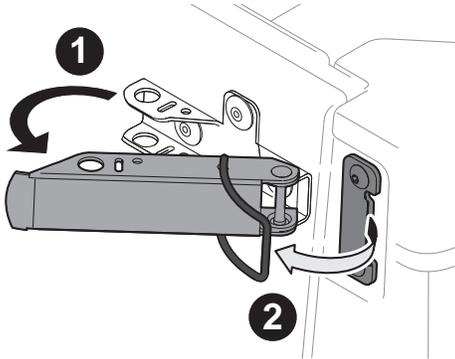
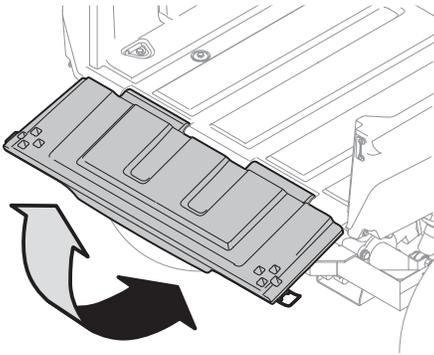
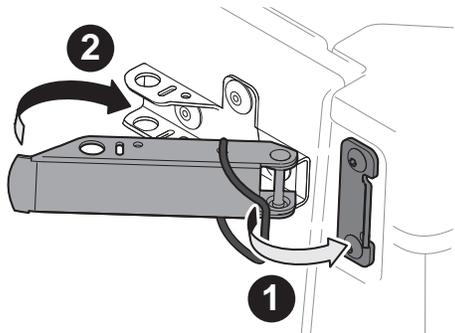

Figure 3-6
Figure 3-7
Figure 3-8
- Décrochez les loquets du hayon, puis abaissez le hayon. Voir Figure 3-6 et Figure 3-7.
- Relevez le hayon et verrouillez-le. Voir Figure 3-7 et Figure 3-8. N'utilisez pas le véhicule si le hayon est abaissé.